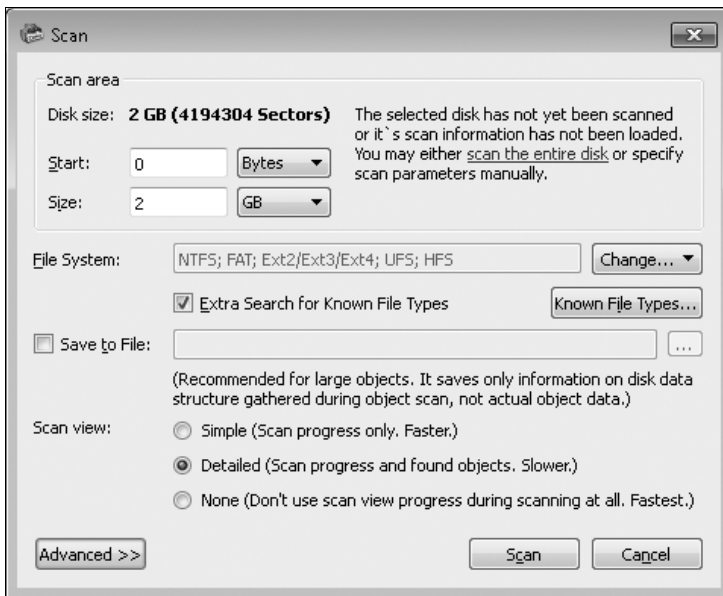

Рис. 5.12. Диалоговое окно настроек сканирования
2. Чтобы программа проанализировала содержимое диска или образа, нажмите кнопку **Scan** (Сканировать) на панели инструментов или щелкните правой кнопкой мыши на значке диска и выберите одноименную команду в контекстном меню. Откроется диалоговое окно настроек сканирования (рис. 5.12).
Одним из лучших средств «вольного поиска» остается все та же программа R-Studio. Если перед сканированием диска в диалоговом окне настроек (см. рис. 5.12) был установлен флажок **Extra Search for Known File Types** (Дополнительно искать известные типы файлов), в списке найденных файловых систем появится и элемент **Extra Found Files** (Дополнительно найденные файлы).